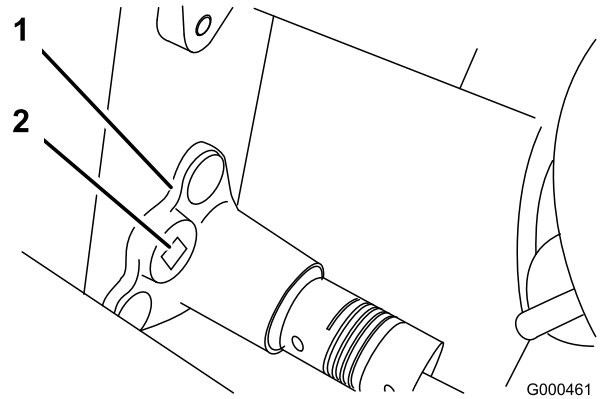

Figura 44
- B. Con una chiave torsiometrica da 3/8 poll. girate la sede del cuscinetto ad una coppia di 4–4,5 Nm per impostare la tensione della cinghia (Figura 44).